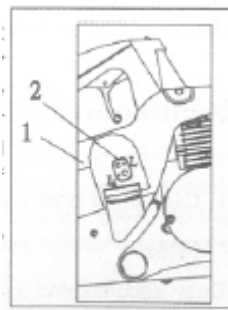

Fig 9
Le carburateur a été pré-réglé et ajusté en usine pour atteindre le mélange air-carburant maximal en vue d'un fonctionnement doux, efficace et fiable du moteur avec faible émission. Le filtre d'air et la bougie doivent être vérifiés et entretenus régulièrement. Cependant, si la tronçonneuse ne fournit pas des résultats satisfaisants (notamment la vitesse au ralenti étant **trop** faible ou élevée, ou encore une émission **persistante et importante des gaz d'échappement**), un léger réglage du carburateur pourrait être nécessaire, ce qui comprend : (Réf Fig.9)
Chercher la vis de réglage de faible vitesse « L » (Voir Fig 9, dans le trou supérieur de joint d'étanchéité du carburateur), utiliser un tournevis pour tourner la vis L dans le sens horaire jusqu'à son extrémité. Tourner enfin la vis L (dans le sens anti horaire) à 360°.
- Si la vitesse du ralenti est très faible, le moteur pourrait s'arrêter après le démarrage. Dans ce cas, procéder **premièrement** au réglage standard tel qu'indiqué dans (a), ensuite tourner la vis de réglage (LA) de la vitesse de ralenti (Fig 9) à l'intérieur du trou inférieur du couvercle d'étanchéité du carburateur dans le sens horaire jusqu'à ce que la lame arrête de tourner. Tourner ensuite la vis LA vers l'arrière dans le sens anti horaire jusqu'à ce que la lame commence à fonctionner. Tourner ensuite la vis LA vers l'arrière (sens anti horaire) à $\frac{1}{4}$ cercle (90°).